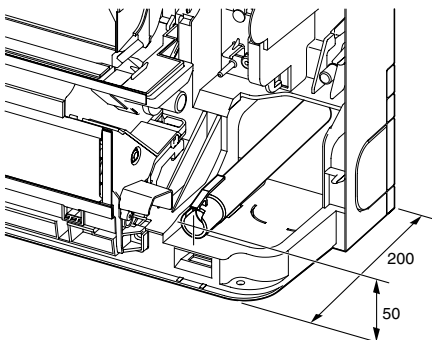

Fig. 5-3
- Tahliye hortumunu yerleştirirken, tahliye hortumunun gösterildiği gibi konumlandırmanızdan emin olun. (Fig. 5-3)